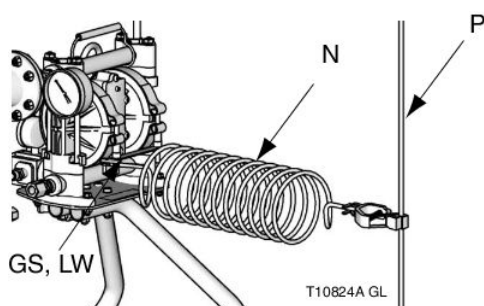

Fig.1 Fio Terra
Bomba: use o fio terra e o grampo (fornecido). Veja a FIG. 1. Use o parafuso de ligação à terra (GS) e o travão de porca (LW) para ligar o fio terra (N) à parte traseira do motor de ar. Aperte bem o parafuso. Ligue a outra ponta do fio terra a um verdadeiro contacto terra (P).